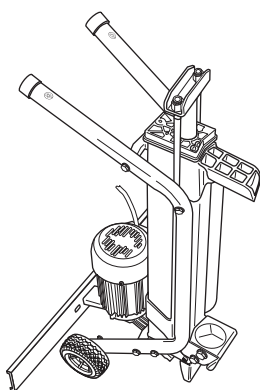

Fig. 8a
- > Mettez l'appareil à la verticale, avec la vis du réservoir d'huile [21] dirigée vers le haut. Immobilisez complètement l'appareil (Fig. 8a).